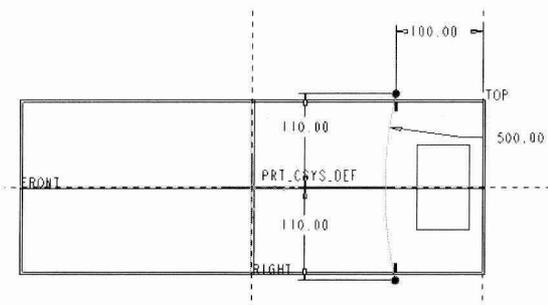
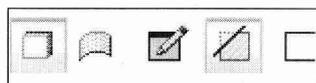

图1-25 草绘扫描轨迹
图1-26 “扫描”设置面板
**02:** 单击 (无隐藏线)按钮,草绘扫描轨迹,如图1-25所示。完成后单击 按钮,在弹出的“扫描”设置面板中单击“草绘”按钮,如图1-26所示,进入截面草绘界面。